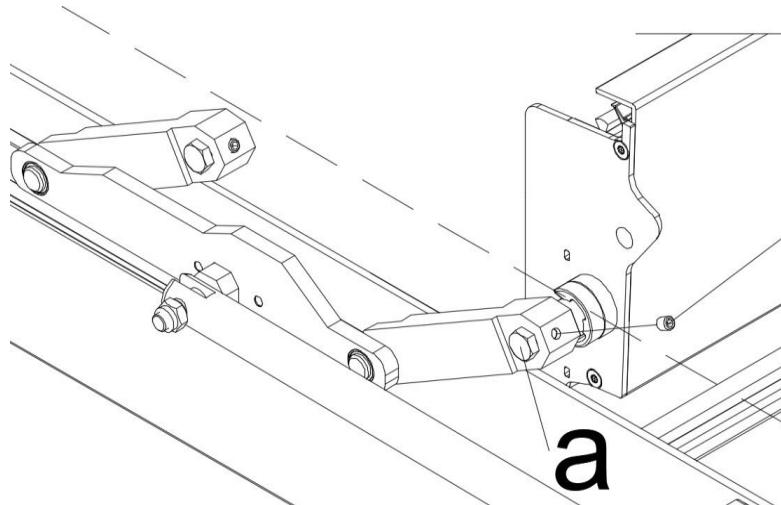

Abbildung 50
9. Bei der Verbindung der Motorarme mit den Flügeln Nr. 7 und 8 nacheinander (Abb. 50) die Sechskantschrauben in der Wellenachse beider Flügel vollständig festziehen (Anzugsmoment 17 Nm) und in die oberen Enden der Arme in die Gewindebohrung Druckschrauben M6x8 mit Innensechskant (Anzugsmoment 7 Nm) in die Gewindebohrung der oberen Enden der Arme.